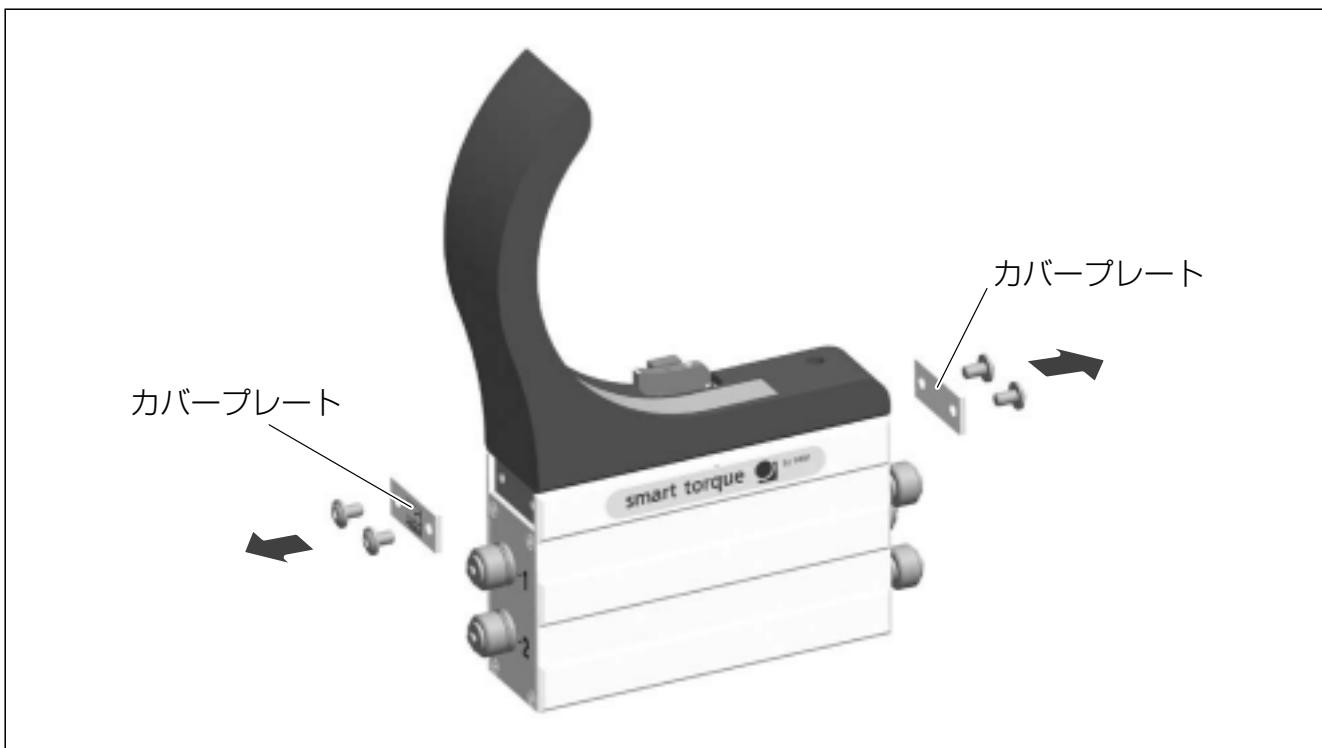

図6.4：ステーターハウジング側面のカバープレート
- ステーターハウジング側面のカバープレートを外します。(図6.4参照)